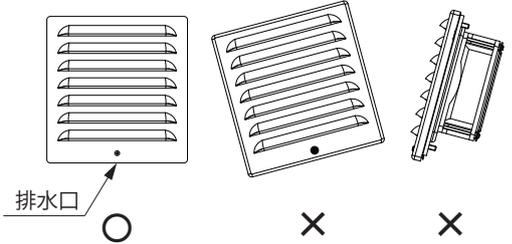

図1 取付姿勢
- ・取付姿勢は排水が確実に行われるようにしてください。(図1)